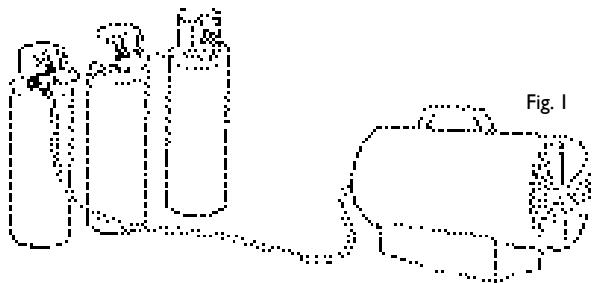

Fig. 1
- Om värmaren körs på maximal effekt under en längre tid kan rimfrost bildas på gasbehållaren. Detta beror på kraftigt ånguttag. Behållaren får dock aldrig värmas upp. För att undvika denna följd eller åtminstone minska dess verkan ska du använda en stor behållare eller två ihopkopplade behållare (bild 1).